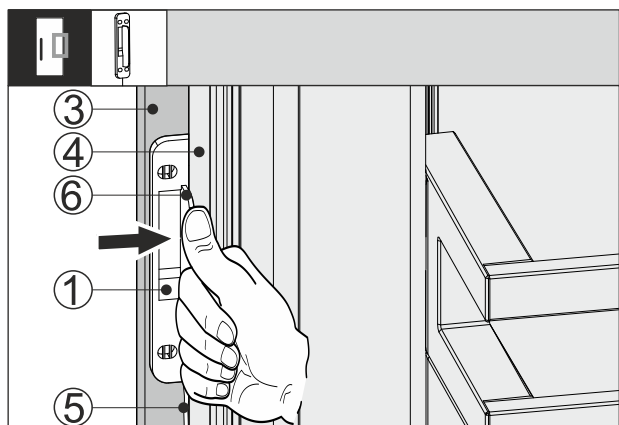

Fig. 66
- Tolja be a koppintásérzékelőt Fig. 66 (1) a szekrény előlapja Fig. 66 (3) és a készülék ajtaja Fig. 66 (4) közé úgy, hogy a kábel Fig. 66 (5) kissé megfeszüljön. A koppintásérzékelő ütközője Fig. 66 (6) felfekszik a készülék ajtajára Fig. 66 (4).
- Nyomja rá a koppintásérzékelőt Fig. 66 (1) a szekrény előlapjára Fig. 66 (3).
- Felragasztotta a koppintásérzékelőt Fig. 66 (1). A koppintásérzékelő felragasztásával optimalizálható a koppintási jel átvitele.
Ha tartósan rögzítik a koppintásérzékelőt Fig. 66 (1), az növeli az élettartamát.
- Csavarozza fel a koppintásérzékelőt Fig. 66 (1) a mellékelt csavarokkal a bútor előlapjára Fig. 66 (3).